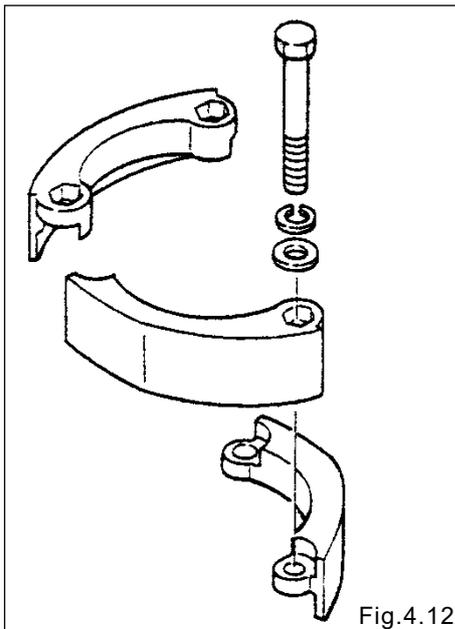

Fig.4.12
- Haga coincidir las piezas convexas y cóncavas del protector. [Fig. 4.12] (NDP-50 BP\_·BV\_, NDP-80 BP\_)